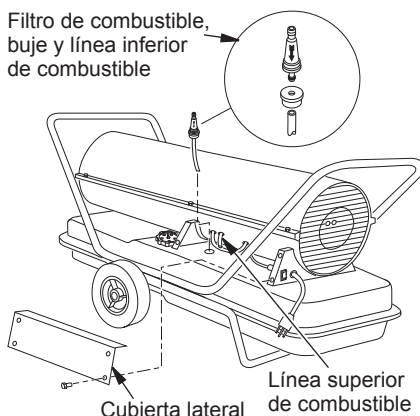

Figura 12 - Desmontaje del filtro de combustible
3. Quite la línea superior de combustible del cuello del filtro de combustible (consulte la figura 12).
4. Saque cuidadosamente el buje, el filtro de combustible y la línea inferior de combustible del tanque de combustible (consulte la figura 12).
- Extraiga los tornillos de la cubierta lateral con un destornillador para tuercas de 5/16" (consulte las figura 12 de la página 13).
5. Vuelva a colocar la cubierta lateral (consulte las figura 12 de la página 13).